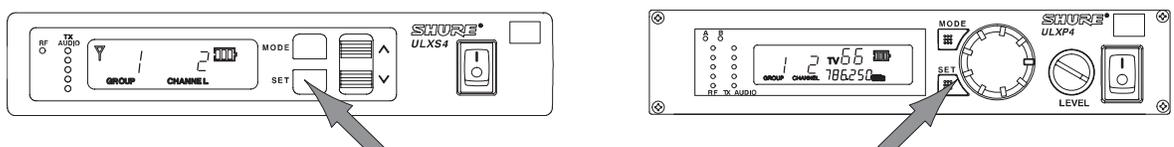

FIGURA 11
- Per sintonizzare il ricevitore sul nuovo canale, premete il pulsante SET. Il display ritorna alla modalità predefinita, come illustrato in Figura 11.